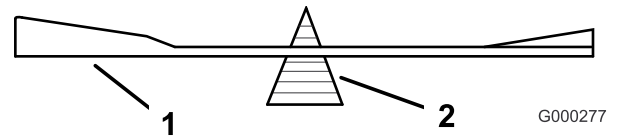

Figura 83
2. Verifique el equilibrio de la cuchilla colocándola sobre un equilibrador de cuchillas (Figura 83). Si la cuchilla se mantiene horizontal, está equilibrada y puede utilizarse. Si la cuchilla no está equilibrada, rebaje algo el metal en la parte de la vela solamente